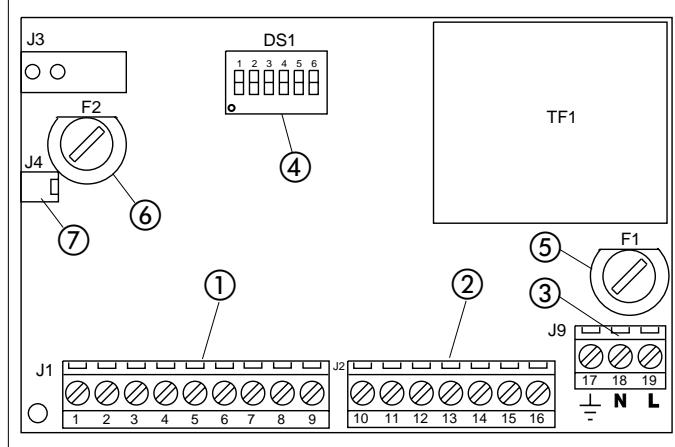

Fig. 19
Fusible de protection	2 (voir fig.19)
① **Bornier J1** (fig.19): Il est utilisé pour connecter tous les accessoires (voir Tabl.3).
#### (2) Bornier J2 (fig.19)
#### (3) Bornier J9 (fig.19)